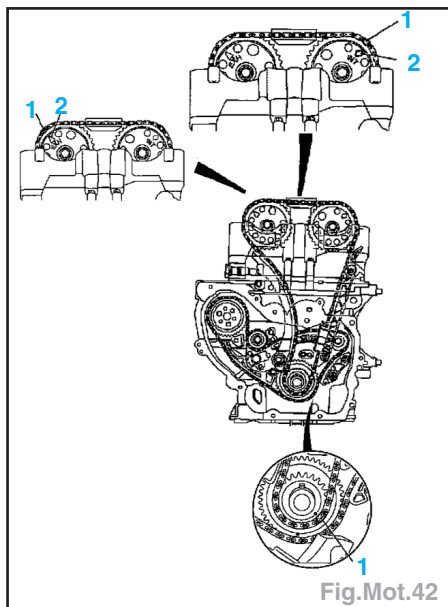

Fig.Mot.42
Nota : Faire coïncider les repères. Maillon «couleur cuivre» (1) sur le repère INT (2) du pignon (Fig.Mot.42).
Nota : Maillon (1) sur le repère EXT (2) du pignon (Fig.Mot.42).